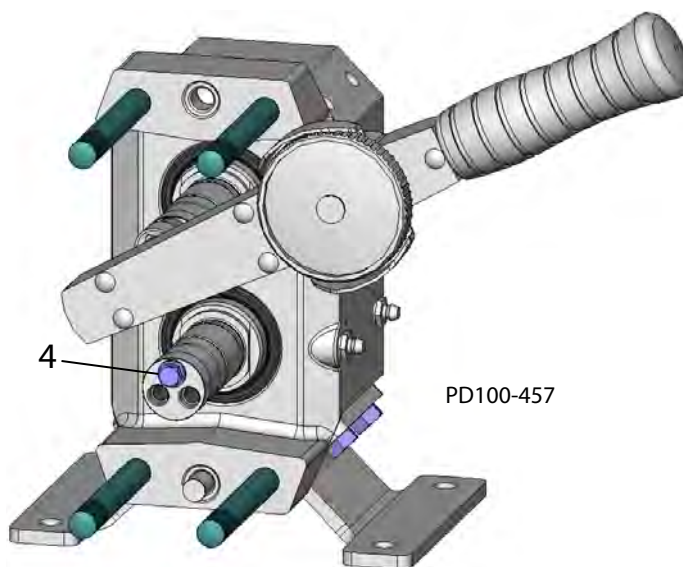

Рисунок 50 - Проверьте момент качения
3. Установите один винт зажима (Рисунок 50, пункт 4) в одно из резьбовых отверстий в каждом из валов и проверьте момент качения каждого вала в сборе при помощи ключа с ограничением по крутящему моменту.